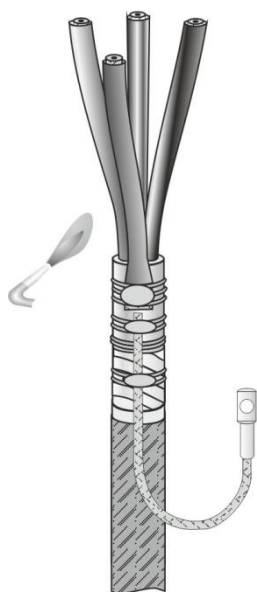

Рис.5
4.На нулевой рабочий провод надвинуть термоусаживаемую трубку для изолирования нулевого рабочего провода как можно ближе к месту пайки и усадить. Также термоусаживаемые трубки для изолирования жил кабеля надвинуть на жилы так, чтобы нижняя часть трубок доходила до ступени поясной изоляции и усадить, начиная от корешка разделки, равномерным прогревом пламени газовой горелки. Пламя горелки должно быть размытым, желтоватого цвета (Рис.5). После остывания трубки необходимо обезжирить.